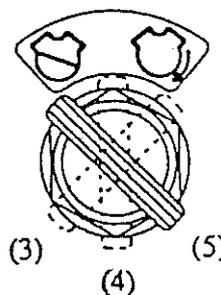

Figure 25
- 7) Tourner la clé de contact en position "démarrage" ③ (fig.25) jusqu'au démarrage du moteur, puis la relâcher aussitôt.
- Laisser tourner le moteur quelques secondes au ralenti pour équilibrer les températures, puis tourner la clé en position "arrêt" ⑤ (fig.25).
- En cas d'urgence, arrêter le moteur en tournant la clé en position "arrêt" ⑤.